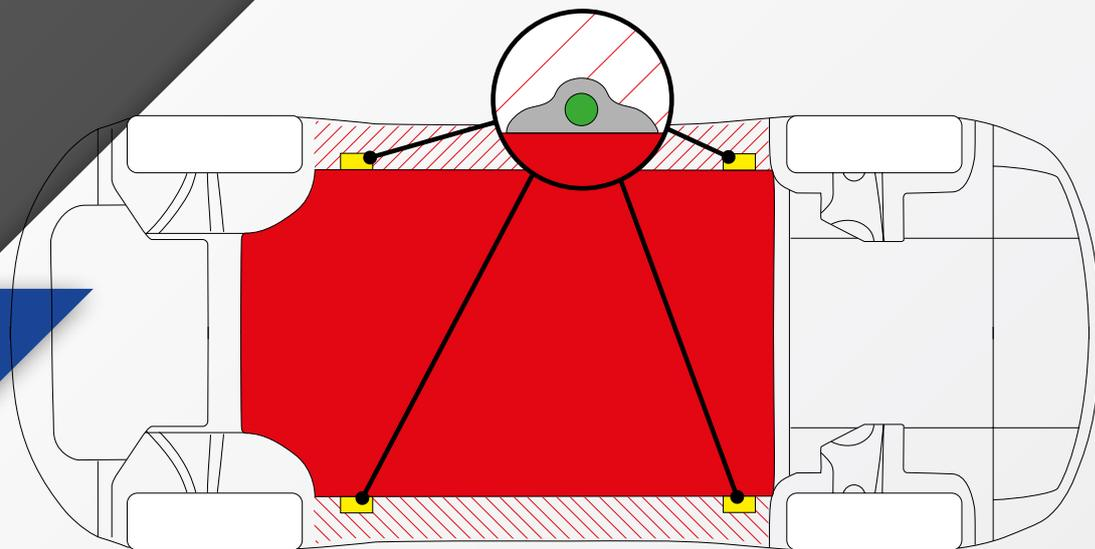

Abbildung 2
2. Abb. 2: Suchen Sie die entsprechenden Anbockpunkte am Fahrzeug (gelb markiert). Stellen Sie sicher, dass alle Punkte frei von Schmutz sind und setzen Sie die Adapter 33 10 2272 ein (grün markiert). Positionieren Sie die Hubarmauflagen unter den Adaptern, um Beschädigungen im Bereich der Hochspannungsbatterie (rot markiert) zu vermeiden.